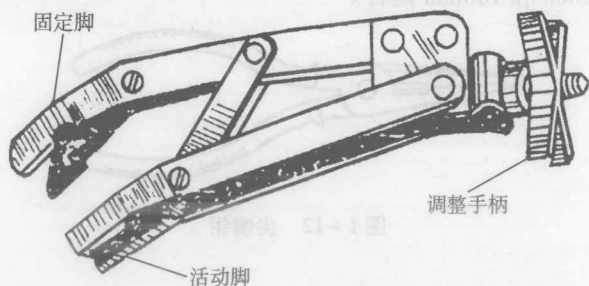

图 1-9 气门弹簧装卸钳
2. 气门弹簧装卸钳 如图 1-9 所示,气门弹簧装卸钳是用来拆装气门弹簧的专用工具,它由固定脚、活动脚和调整手柄等组成。使用时,先将上下两钳脚收拢,插在气门弹簧下端,然后转动调整手柄,使两钳脚张开,压缩气门弹簧,取下锁块,再反向转动调整手柄,使活动脚回到原位,即可取下气门弹簧。